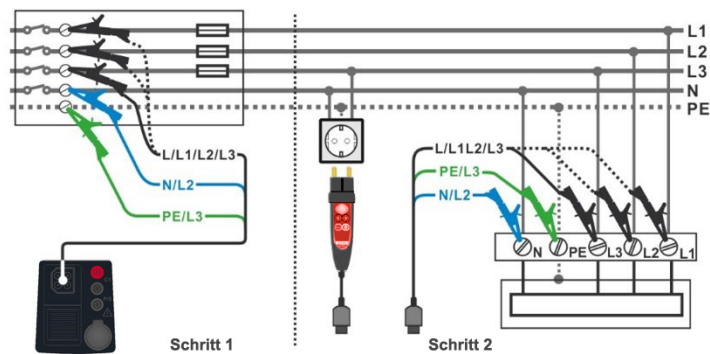

Abbildung 7.73: AUTO TT-Messung
- Schließen Sie die 3-Leiter-Prüfleitung oder den Commander Prüfstecker am Prüfobjekt an, siehe **Abbildung 7.73**.